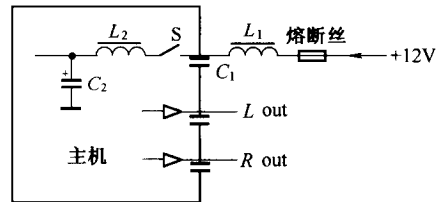

图 1-4 电源输入抗干扰电路
(2) 电源部分设计宽频带抗干扰滤波器 如图 1-4 所示为高档汽车音响采用的二级抗干扰电路 L_1 为高频扼流圈，电感量约 $10\mu\text{H}$ 与高频穿心电容 C_1 构成高频陷滤网络。 L_2 为低频扼流圈，电感量约 $2\sim 10\text{mH}$ 与电解电容 C_2 构成低频陷滤网络。 L_1 和熔断丝串接在机外电源引线中，称为滤波盒 (FILTER BOX)， L_2 和 C_2 设计在机内。多数汽车音响只在机内设置一级高频陷滤网络。